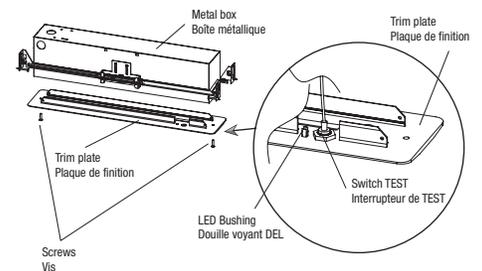

Fig. 3
4. Unscrew the 2 screws of the trim plate and pull out the unit from the metal box (Fig. 3)
5. Unscrew and remove the trim plate from the metal box, if not already done. (Fig. 3).
3. Enlever l'unité de la boîte métallique si l'unité et la boîte métallique sont assemblées. Dévisser les 2 vis de la plaque de finition et retirer l'unité de la boîte métallique (Fig. 3).
5. Dévisser et retirer la plaque de finition de la boîte métallique si ce n'est pas encore fait (Fig. 3).